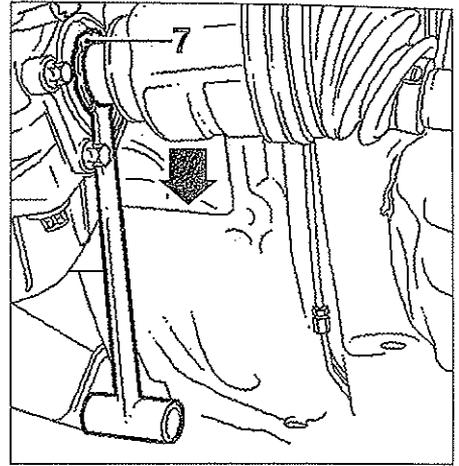

FIG. 2
- Colocar el útil (7) de centrado Opel (ref: KM-6332) (fig. 2).
- Cuando las estrias del eje han dejado pasar el útil, tirar de éste hacia abajo (fig. 2).